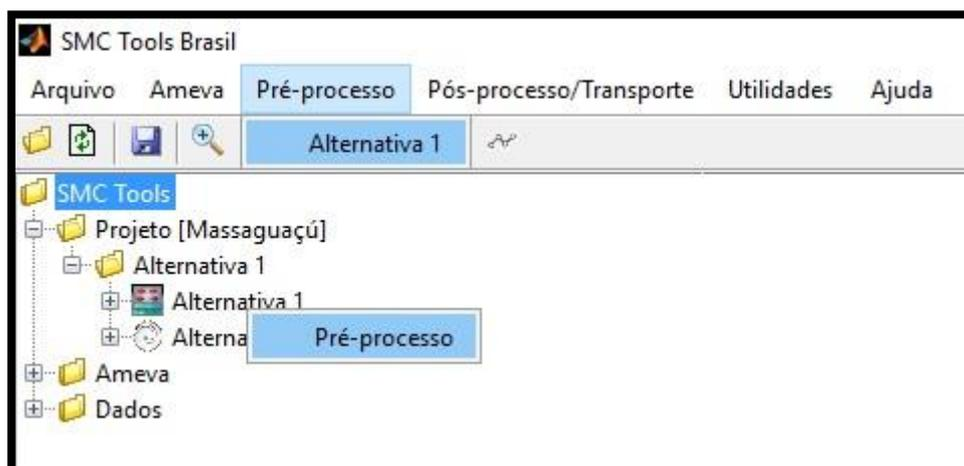

Figura 1 – Abrir o projeto Massaguacu no SMC Tools e abrir o Pré-processo da Alternativa 1.
- 2) Em seguida, clicar na barra principal, em pré-processo e depois em Alternativa 1 para carregar o projeto como é ilustrado na Figura 1. Outro modo de fazer isso é seguindo o caminho (no explorador de pastas à esquerda): **C: | ... | Massaguacu**, clicar com o botão direito do *mouse* no arquivo “Alternativa1” e selecionar a opção **Pré-processo**;